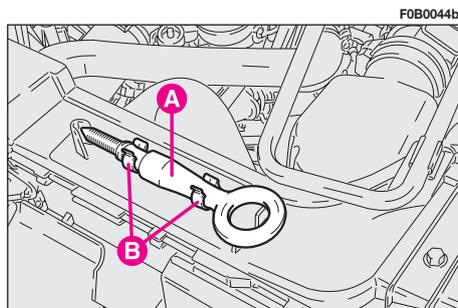

fig. 42
- prelevare l'anello di traino **A** **fig. 42** disimpegnandolo dai relativi dispositivi di ritegno **B**;